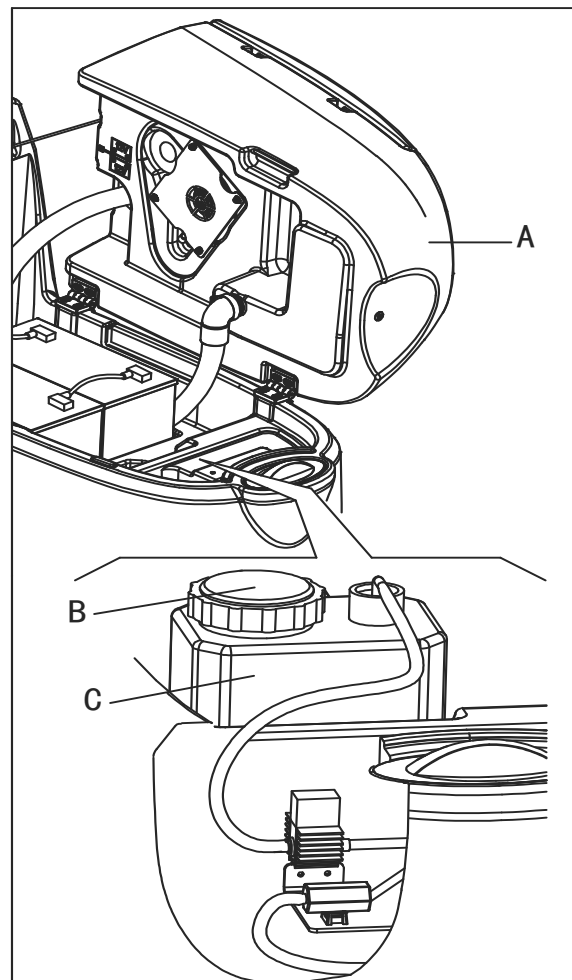

Abbildung 8
1. Öffnen Sie die Abdeckung (E) und prüfen Sie, ob der Schmutzwasserbehälter (F) leer ist, ansonsten entleeren Sie ihn mit dem Ablaufschlauch (G).
2. Drehen Sie vorsichtig den Schmutzwasserbehälter (A, Abb. 8) um.
3. Öffnen Sie die Kappe (B).
4. Ersetzen oder befüllen Sie den Behälter (C) mit jeglichem Standard-Gallonenbehälter an Reinigungsmittel, das für die durchzuführende Arbeit (hochkonzentriertes Reinigungsmittel) geeignet ist. Den Reinigungsmitteltank nicht komplett befüllen, lassen Sie ein paar Zentimeter Freiraum zum Rand.